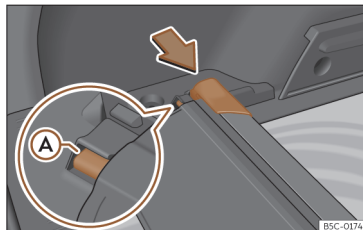

Fig. 186 Na bagageira: alojamento para guardar a chapeleira.
>>> Fig. 186. Certifique-se de que o patim (A) encaixa no alojamento correspondente.